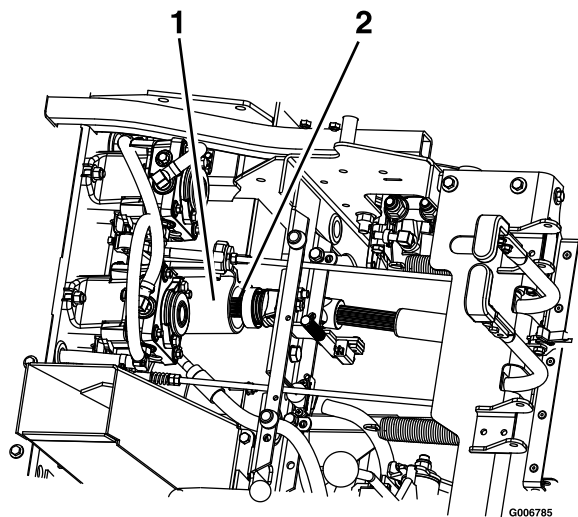

Figure 70
8. Soulevez le siège et séparez l'arbre d'entraînement de l'arbre intermédiaire avec l'accouplement rapide (Figure 70).
3. Soulevez le siège et montez l'arbre d'entraînement sur l'arbre intermédiaire (Figure 70)